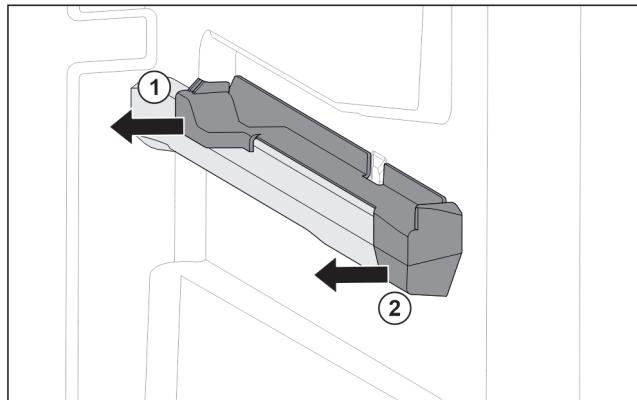

Fig. 82 Вставная часть на правом контейнерном ребре
- Отодвигните вставную часть сзади в сторону. Fig. 82 (1)
- Отодвигните вставную часть спереди в сторону. Fig. 82 (2)